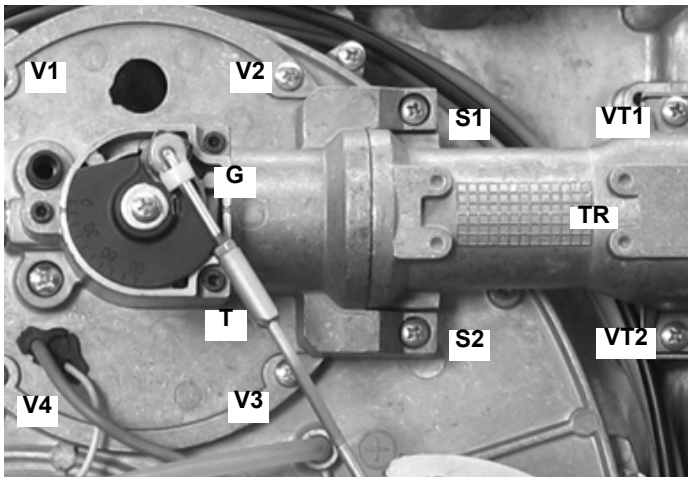

Fig. 48
- Desmunte, controle y limpie el cabezal de combustión (véase Fig. 48 y siguientes)